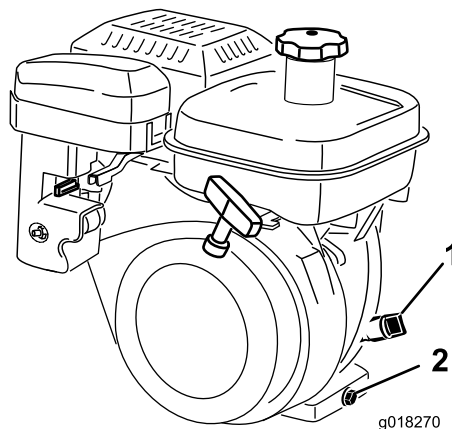

Рисунок 34
2. Установите машину так, чтобы двигатель располагался горизонтально, и очистите зону вокруг масломерного щупа (Рисунок 34).
3. Снимите пробку заливного отверстия, повернув ее против часовой стрелки (Рисунок 34).
2. В задней части машины подставьте сливной поддон под пробку сливного отверстия (Рисунок 34). Ослабьте затяжку пробки сливного отверстия.